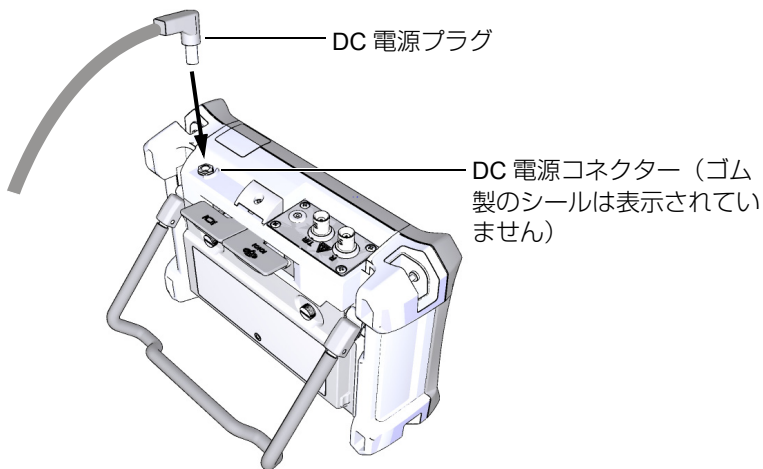

図 2-3 DC 電源プラグの接続
3. チャージャー / アダプターからの DC 電源プラグを DC アダプターコネクタに接続します (46 ページの図 2-3 参照)。